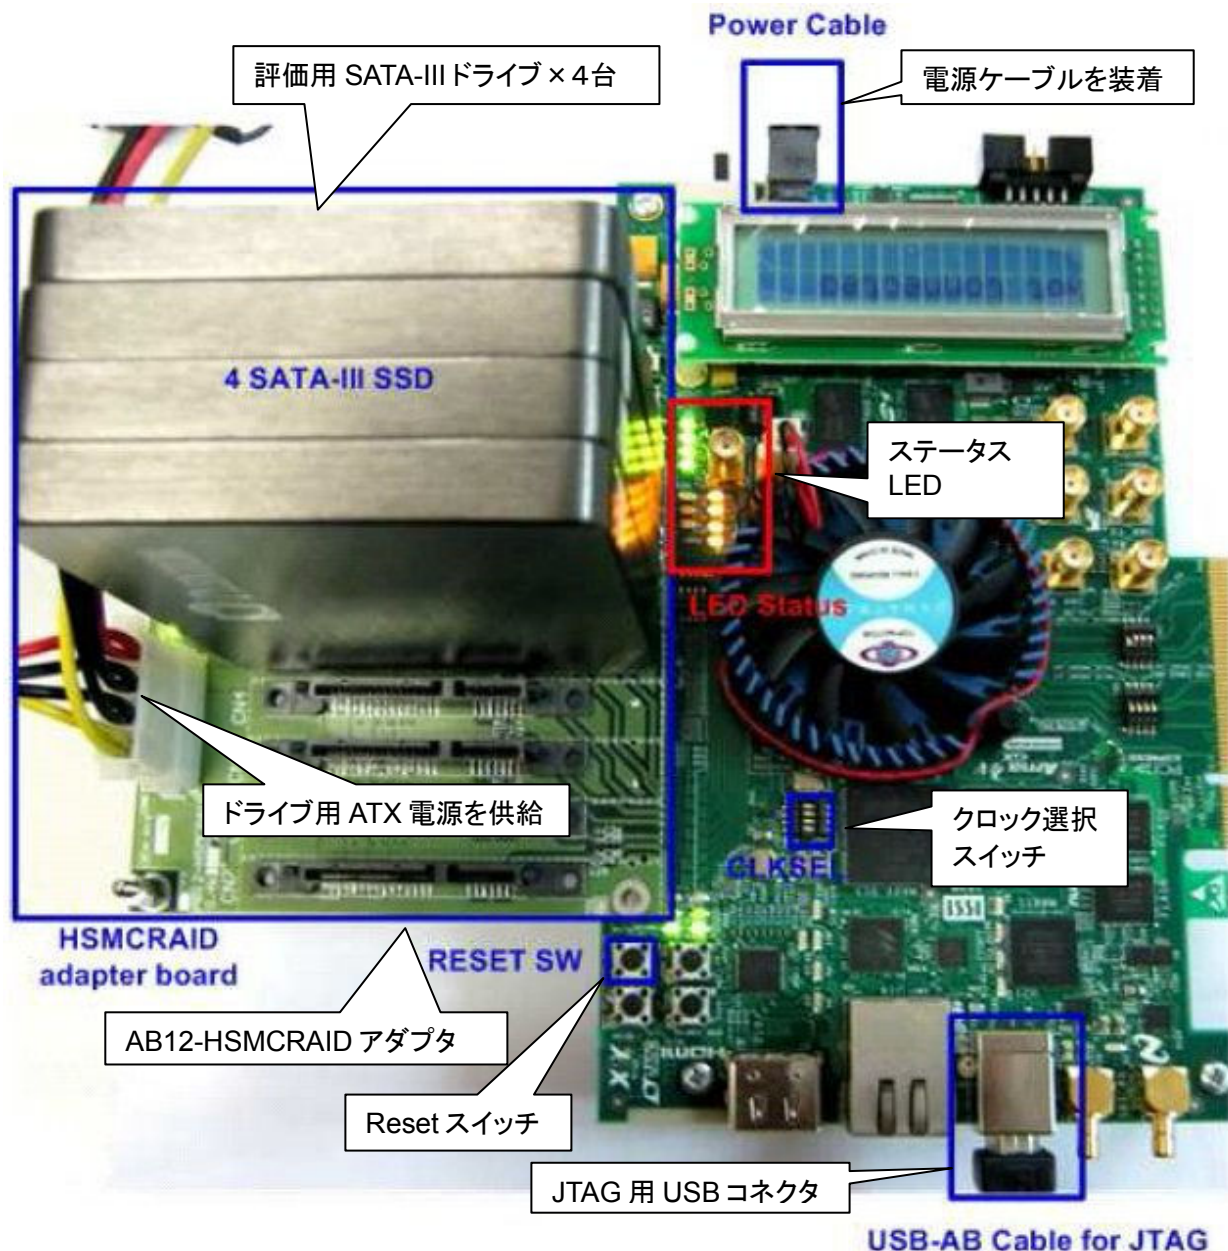

図 1: ArriaV GX 実機評価環境
- デモ用 SOF ファイルによる実機評価を行うためには下図 1 の環境が必要となります。